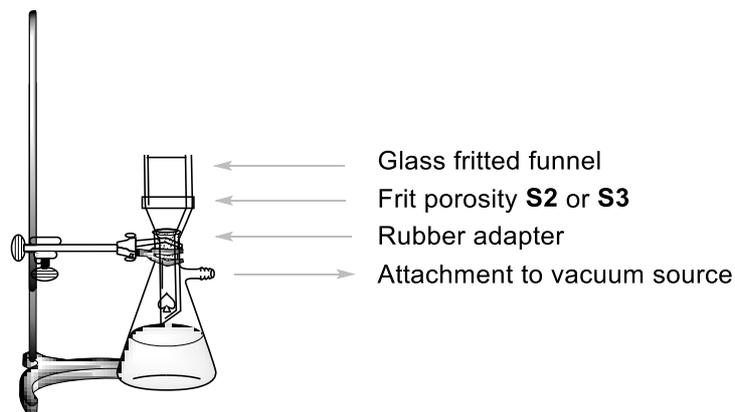

Figura 3. Apparato per la filtrazione sotto vuoto.
2. Prepara un apparato per filtrazione sotto vuoto (Figura 3) usando un imbuto di vetro a setto poroso con porosità **S2** (con etichetta bianca), e assicuralo sull'asta metallica con una pinza piccola. Connetti la beuta da vuoto alla pompa. Versa la sospensione (dopo averla agitata) del prodotto **B** (passaggio No. IV.1) nell'imbuto a setto poroso, lascia depositare il solido e poi apri la valvola del vuoto. *Attenzione:* avvisa l'assistente di laboratorio prima di aprire o chiudere la valvola! Lava almeno due volte il solido con 6 cm³ di acqua deionizzata, fino a che il pH del filtrato sia circa uguale a 6. Lascia che l'aria sia risucchiata attraverso il precipitato per 5 minuti, per iniziare a seccare il prodotto. A questo punto chiudi la valvola del vuoto e disconnetti la beuta dalla pompa. Usa la spatola per trasferire il prodotto bianco B nella vial di vetro etichettata **Student code B** e lasciala scoperta sul banco a seccare. Elimina il filtrato nel lavandino e lava la beuta da vuoto.
3. Prepara un apparato per filtrazione sotto vuoto (Figura 3) usando un imbuto di vetro a setto poroso con porosità **S3** (con etichetta rossa) come fatto nel passaggio IV.2. Versa la sospensione (dopo averla agitata) del prodotto **C** (passaggio No. III) nell'imbuto a setto poroso, aspetta per un minuto e poi apri la valvola del vuoto. Non agitare o grattare il solido con la spatola durante la filtrazione e i lavaggi, altrimenti il solido potrebbe passare attraverso il filtro. Lava il precipitato tre volte con 5 cm³ di etanolo (15 cm³ in totale) fino a che il filtrato abbia un valore di pH neutro. Lascia che l'aria sia risucchiata attraverso il precipitato per 5 min. A questo punto chiudi la valvola del vuoto e disconnetti la beuta dalla pompa. Usa la spatola per trasferire il prodotto arancione C nella vial di vetro etichettata **Student code C** e lasciala scoperta a seccare sul banco. Versa il filtrato nella bottiglia etichettata **Organic waste**.